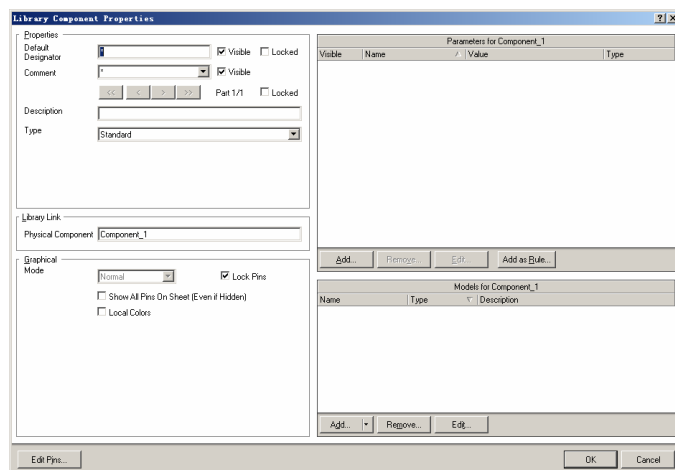

图 5.11 “Library Component Properties”对话框
(17) 在“SCH Library”选项页上部的元件列表中选择当前元件“Component_1”，单击“Edit”按钮，打开如图 5.11 所示的“Library Component Properties”对话框。